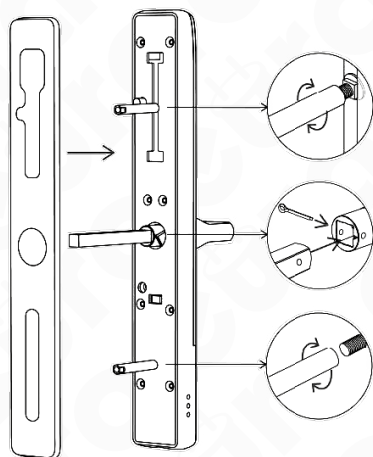

Fig. 11.
1. Conformément à la Fig. 11, installez la rondelle en caoutchouc et vissez les manchons de montage (deux types de manchons sont inclus et doivent être sélectionnés en fonction de l'épaisseur de la porte) sur le corps avant de la poignée.